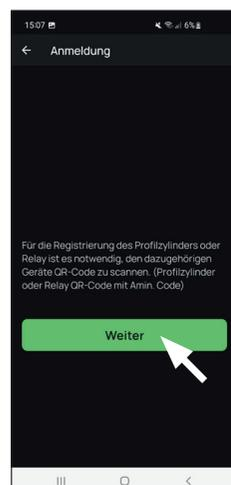

Abb. 4
④ Tippen Sie auf „Weiter“ (Abb. 4). Ggf. werden Sie aufgefordert, den Zugriff der App auf die Kamera zu bestätigen.